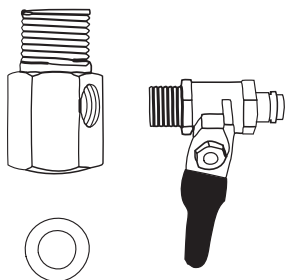

Рис. 7
В некоторых моделях узел подачи воды может быть выполнен в виде двух отдельных деталей: тройника и крана подачи воды (см. рис. 7 на стр. 8).
2.1. Соберите узел подачи воды путем соединения крана подачи воды с тройником, как показано на рис. 7.